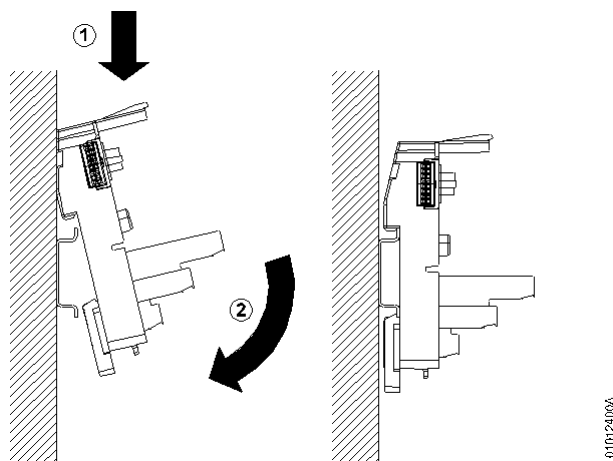

Figura 24: Instalação de uma base no trilho
1. Encostar a base na superfície do painel de montagem, conforme Figura 24;
3. Rotacionar a base em direção ao trilho até ocorrer o encaixe da trava deslizante (ver Figura 24);